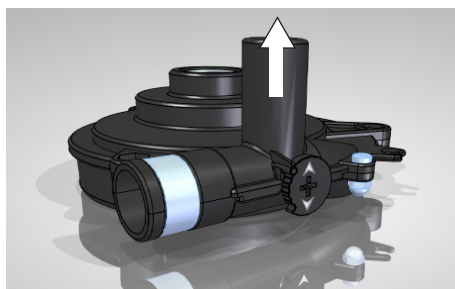

Fig 7.6.2 Bomba configurada en la posición de **circulación EXTERNA**.
- Circulación **EXTERNA**: El agua sale de la bomba por el tubo vertical (Ver fig 7.6.2). Esta configuración permite el envío de líquido a un circuito de circulación exterior para atemperar, refrigerar, etc... un equipo externo. Configuración de fábrica.